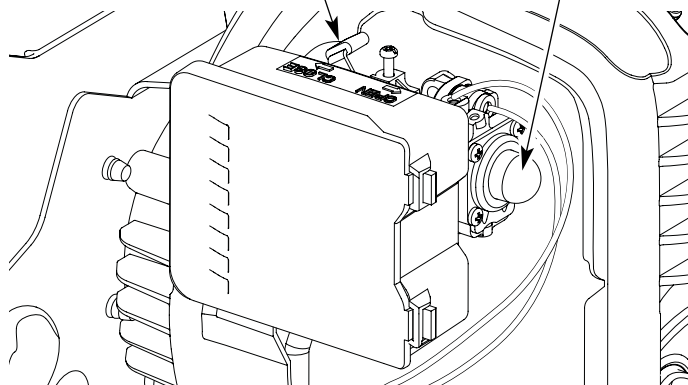

Fig. 9
REMARQUE : Remplissez ou ajoutez d'essence dans le réservoir uniquement lorsque le coupe-bordures est en le position horizontale (Fig. 9).
3. Appuyer sur la pompe d'amorce dix fois de suite. Une certaine quantité de **carburant devrait être visible dans l'amorce et des tuyaux de carburant** (Fig. 9). Si vous ne voyez pas de carburant dans la pompe, appuyez dessus autant de fois de suite que nécessaire jusqu'à ce que vous en voyiez arriver dans l'amorce.